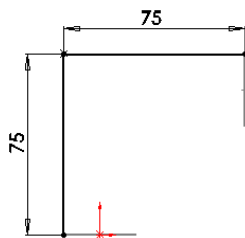

图 3-58 绘制的草图
**08** 绘制草图。在菜单栏中选择“工具”→“草图绘制实体”→“直线”命令, 或者单击“草图”工具栏中的“直线”图标按钮, 绘制如图 3-58 所示的直线, 并标注尺寸。